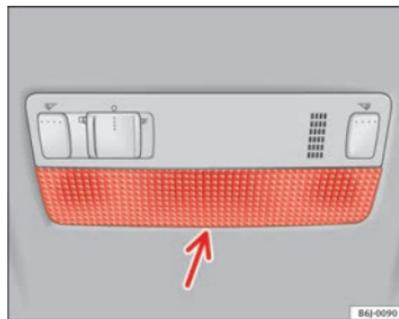

Abb. 147 Leseleuchte vorne
- Das flache Ende eines dünnen Schraubendrehers zwischen Gehäuse und Glas einführen ⇒ Abb. 147.